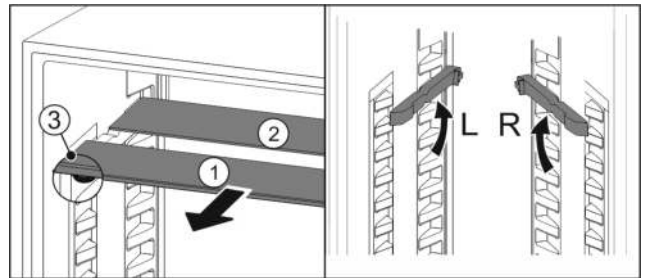

Fig. 92
- Glasplatten einzeln nach vorne herausziehen Fig. 92 (1).
- ▷ Glasplatte Fig. 92 (1) mit Zierleiste liegt vorne.
- ▷ Stopps Fig. 92 (3) zeigen nach unten.